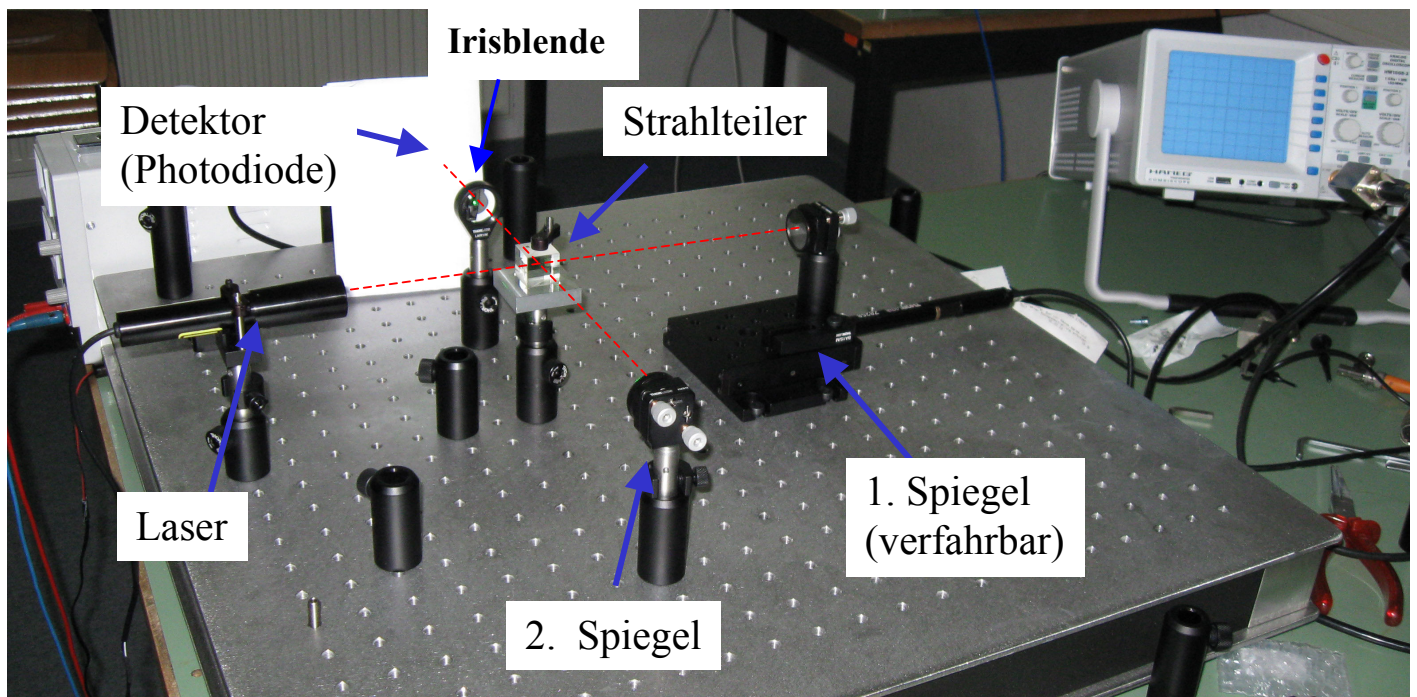

Abb. 1: Aufbau des Interferometers. (Auf dem Photo wird das Interferenzmuster mit einem weissen Papier angeschaut)
Im Michelsoninterferometer (Abb. 1) wird der vom Laser kommende Lichtstrahl im Strahlteiler 50:50 auf die Laufstrecken zum Spiegel 1 und zum Spiegel 2 aufgeteilt. Sie werden an den Spiegeln reflektiert und jeweils 50% der Intensität beider Teilstrahlen gehen durch die Irisblende zur Photodiode. Werden die beiden Strahlen dort überlagert, dann sieht man auf weißem Papier Interferenzstreifen und bei guter Zentrierung konzentrische Interferenzringe. Genau im Zentrum wechselt bei der Verschiebung von Spiegel 1 mit konstanter Geschwindigkeit die Intensität periodisch von dunkel nach hell. Dies lässt sich einfach auf dem Oszillographen sehen, wenn an ihn die Ausgangsspannung der Diode angelegt wird. Da der Strahl eine Divergenz besitzt haben Lichtstrahlen nahe an der optischen Achse eine andere Wegstrecke als solche weiter aussen, dies bewirkt die Interferenzringe.
- stellen sie ein Blatt Papier vor den Photodetektor (wie in Abb. 1).